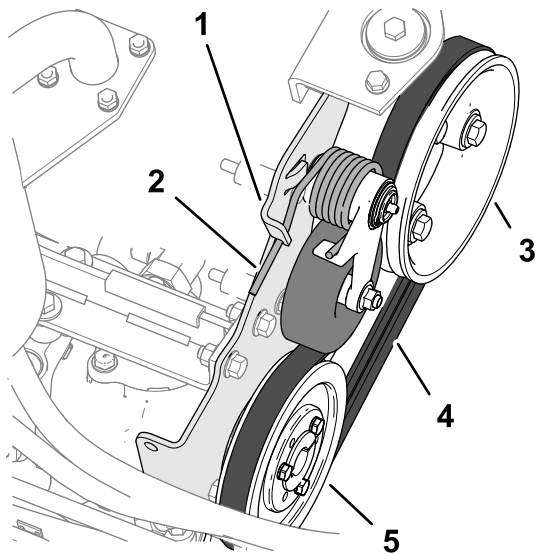

Bild 81
2. Drücken Sie das Ende der Riemenfeder nach unten und aus der Kerbe in der Lasche der Pumpenhalterung heraus, und schieben Sie das Federende nach vorne (Bild 81).